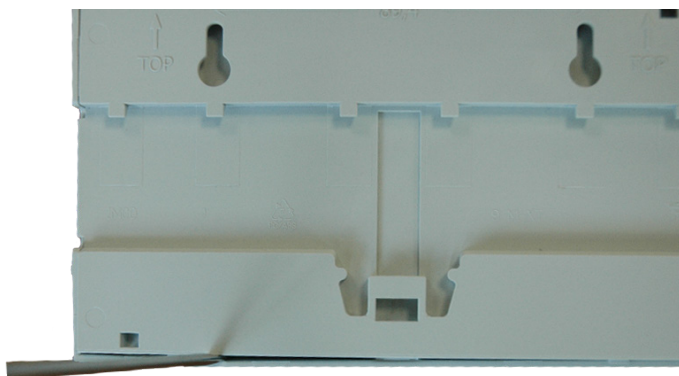

Fig.2
- rimuovere la base del contenitore infilando un cacciavite a taglio fra base e coperchio (si veda Fig.2), a sinistra rispetto a dove era allocato il gancio nero, e contemporaneamente spingendo sulla morsettiera soprastante. Ripetere l'operazione infilando il cacciavite fra base e coperchio, a destra rispetto a dove era allocato il gancio nero.